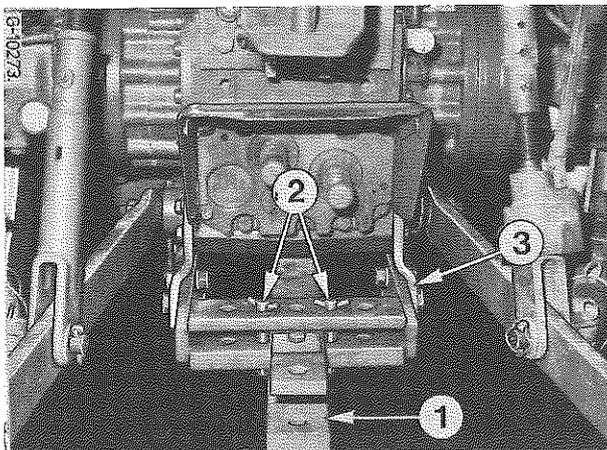

Figure 35
La barre d'attelage oscillante (1, Fig. 35) facilite le réglage latéral de l'attelage et permet de mieux prendre les tournants courts comme par exemple lors de l'utilisation d'instruments à disques.
NOTE : La capacité de charge est limitée à une charge verticale de 1200 kg. Si la charge sur la barre d'attelage (1, Fig. 35) dépasse cette limite, il est besoin de la renforcer. Prenez garde, en attelant de lourdes remorques, de ne pas affecter la capacité de braquage du tracteur. Respectez le code de la route et les règles de sécurité.
L'attelage 3-points peut être réglé en hauteur à l'aide du levier (1) - Figure 35 - (si le tracteur en est équipé) pour faciliter l'attelage et le détélagage de l'outil.